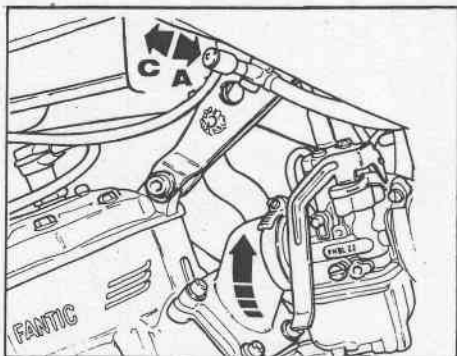

Fig. 9 - Rubinetto benzina
- aprire il rubinetto della benzina (fig. 9) se il motore è freddo agire sulla leva dello starter sul carburatore (fig. 9);